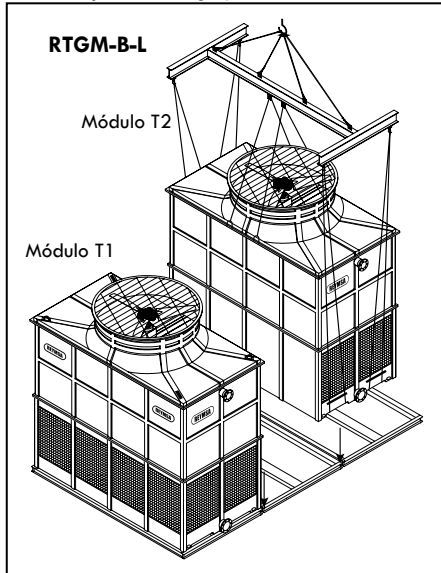
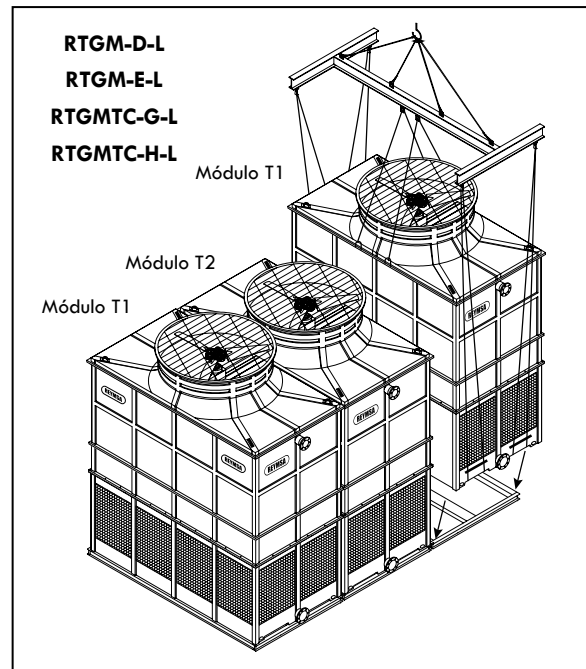

Figura A-96: Orientación L - Levantamiento de un módulo T2 (RTGM-B-L o RTGMTC-C2-L)
Figura A-99: Orientación L - Levantamiento de un módulo T1 (RTGM-D-L, RTGM-E-L, RTGMTC-G-L y RTGMTC-H-L)
B. Repita el paso anterior para instalar los siguientes módulos. Cada módulo está etiquetado alfabéticamente (módulo 1: A; módulo 2: B, etc.) para una instalación adecuada ver Figura A-96 a Figura A-99). Ver Figuras A-96 a Figura A-99.